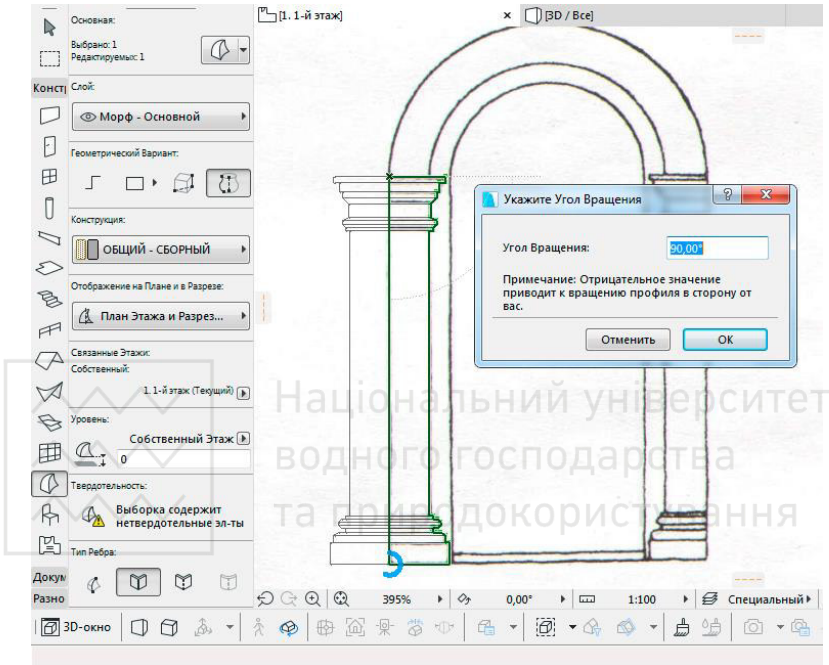

Рис. 10
3. Тепер вибираємо в “Морфе – Геометрический вариант – “Вращение”, робимо клік через клавішу “Пробел” по нашому профілю і створюємо тіло обертання, вказавши кут обертання -  $90^\circ$  (рис.10).